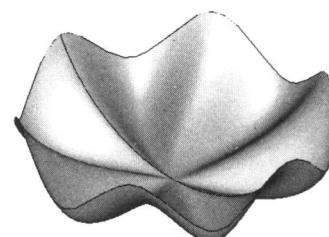

图1-6
5. 进入第3层，利用网格曲面命令，启动顶点方式 \square ，选择曲线和两段圆弧绘制如图1-6所示网格曲面。